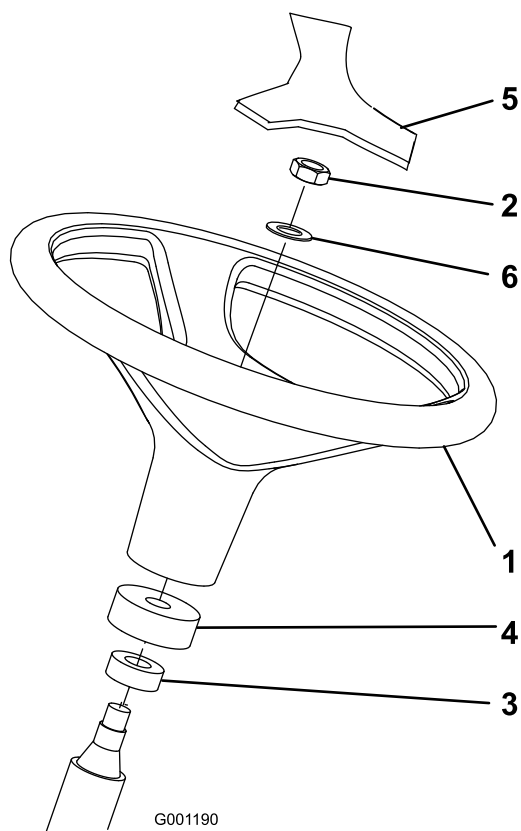

Figura 10
1. Retire el volante del calzo de transporte (Figura 10).
Nota: Asegúrese de que el collar de espuma permanece en el eje de dirección (Figura 10).
3. Deslice el volante y la arandela sobre la columna de dirección (Figura 10).
5. Monte la tapa en el volante (Figura 10).